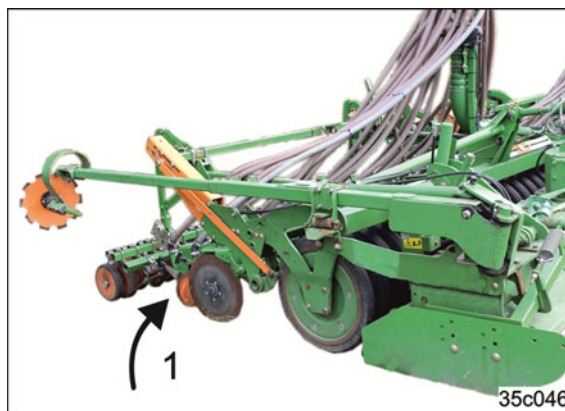

Рис. 118
- Поверните оба маркера в транспортировочное положение (см. Рис. 118/1). При транспортировке агрегата оба маркера подняты. Маркеры фиксируются с помощью гидравлики.